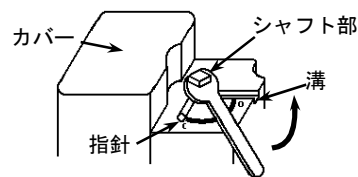

図11 手動開閉操作
- (1) 電源を切ります。
- (2) 『図11 手動開閉操作』に示すカバー上部に突起したシャフト部をスパナなどで、ゆっくりと、反時計回りに約90度(表示：C→O)回します。(回転トルク：約 $2.3\text{N}\cdot\text{m}$)バルブが開状態になります。
- (3) シャフトの指針をカバー表面の溝に落とし込みます。全開状態を保持します。
- (4) 電源を入れます。自動的に開保持状態が解除されます。